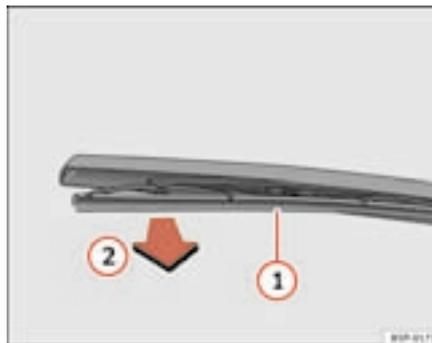

Fig. 164 Substituir a escova do limpa-vidros traseiro
- Afaste o braço do limpa-vidros traseiro do vidro ⇒ fig. 164. ▶
- Desengate a escova ① e puxe-a ② ⇒ página 228, fig. 164.